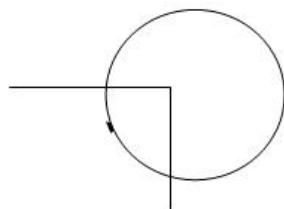

图18 拐弯处探查示意图
(6) 单井井架周围发射机盲区，采用双管流程注水采油工艺的管道上探测，探到有两根或两根以上管道时，应将信号强度与埋深结合起来，确定目标管线。以最大法探测为例，在干沙地中，磁场强度的衰耗，探头每提高1m，表头显示值相当于减少400mV左右的电位梯度。在空气中传播与干沙地中传播没有多大变化。同时在探测前进时还要边走边转动探头角度，防止探到某处时，探头正巧与管线走向平行，收不到信号。在上述地区探查时，发射机的功率和接收机的灵敏度也不能随便变动，否则显示的数值就没有可比性。
(7) 管线拐弯处的探测：当用常规方法向前探测，收不到信号时，回走五步做环形探测，即可找到拐弯管线。也可采用一步一扫法，见图18。